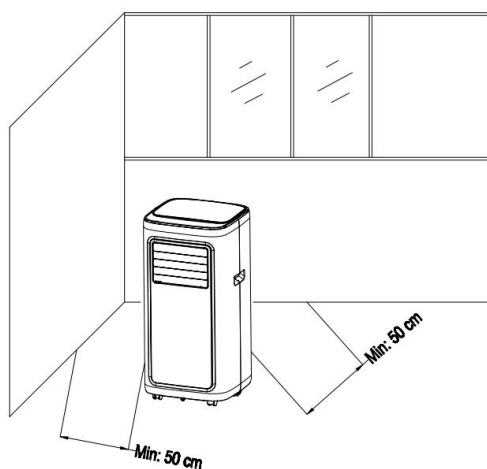

Figure 4
- Spostare il condizionatore con tubi ed accessori installati davanti alla finestra, la distanza tra il corpo e le pareti o altri oggetti deve essere di almeno 50 cm (come mostrato in Fig.4).